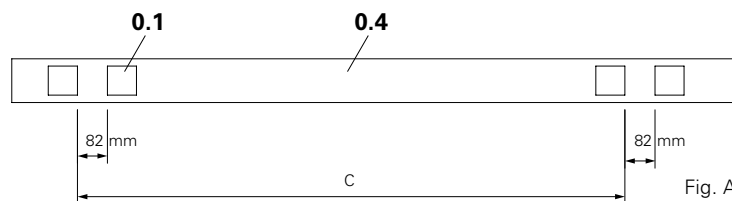

Fig. A1.02
(Fig. A1.02)
- Ver distancias en la Fig. A1.02.